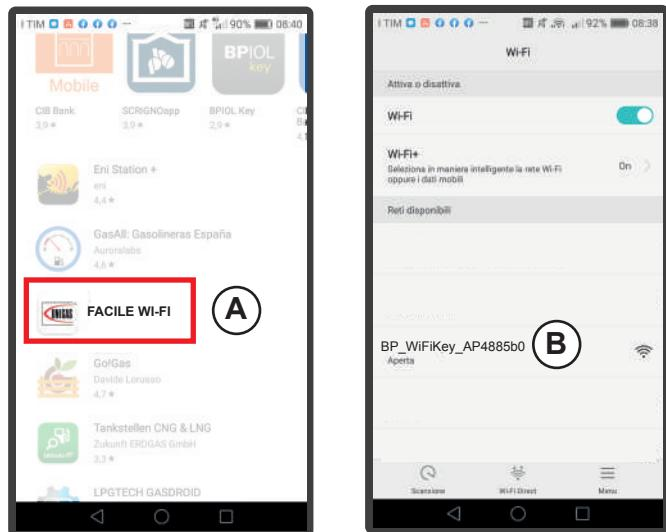

Рис.1
1.2 - Используя Android устройство (мобильный телефон или планшет), подключитесь к сети Wi-Fi (B), генерируемой Wi-Fi-модулем горелки (рис. 1). Имя сети, генерируемой модулем, показано на этикетке Wi-Fi модуля (рис. 2).